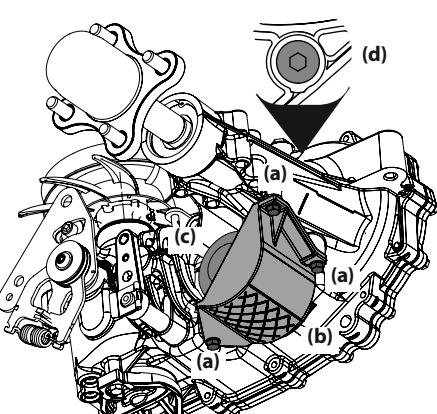

Figura 36
- Extraiga los tres tornillos de la protección del filtro (a) y la protección del filtro (b). Limpie los residuos sueltos que haya alrededor del filtro (c). Consulte la Figura 36.
- Extraiga el tapón del orificio superior (d) de los transejes para permitir que se purguen durante el llenado. Consulte la Figura 36.